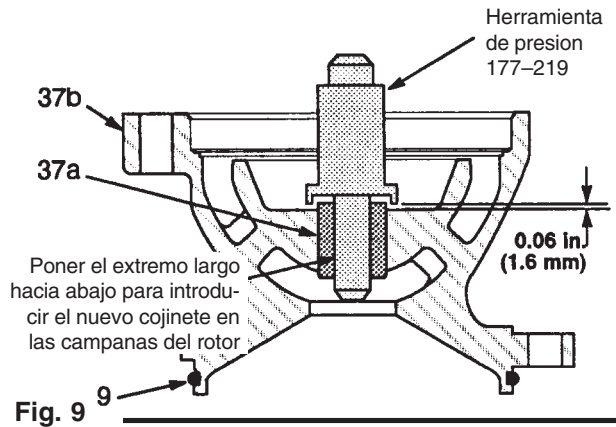

Fig. 9
6. Inspeccionar el eje (33) para ver si está deteriorado o gastado y cambiarlo si fuera necesario, así como las campanas y los rotores. Poner nuevas juntas tóricas (9) en todas las campanas del rotor (37b) y en la campana de entrada (36a). Después, lubricar las juntas tóricas colocadas. Cerciorarse de que las tuercas del rotor (32) giran libremente en los collarines.
- a. Utilizar el extremo roscado corto de la herramienta 177-219 para expulsar los cojinetes (37a) de todas las campanas (37b) y la campana de entrada (36a). Ver Fig. 9.
- b. Utilizar el extremo roscado largo de la herramienta para introducir a presión los nuevos cojinetes (36b y 37a) en las campanas. Esta herramienta mantiene las dimensiones requeridas de 1,6 mm (0,06") de las campanas del rotor, como se indica en la Fig. 9.
- d. Utilizar el extremo roscado corto de la herramienta 177-219 para introducir el nuevo cojinete en la campana de entrada hasta entre en contacto con la herramienta de sujeción del eje. Remitirse a la Fig. 9.